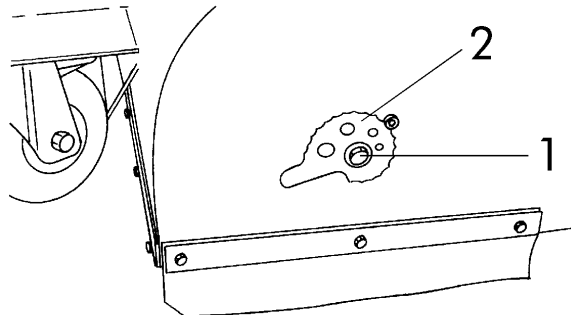

fig.18
7. Desatornille los dos tornillos (1 fig.18) y quite las levas (2 fig.18).